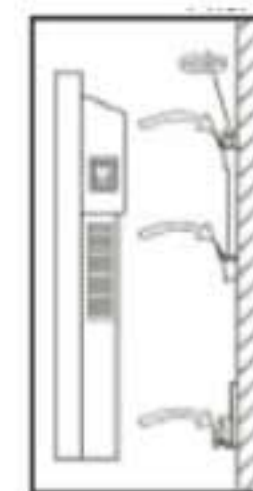

Рис. 5
- Установите конвектор на кронштейн, соединив 4 щелевых отверстия на задней части конвектора с 4 выступами на кронштейне (рис. 5) и потяните вниз.